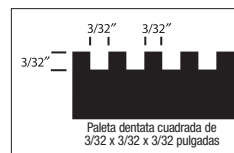

Figura 2
- Entalladura cuadrada de 3/32" (Parquet macizo de 2 mm) (Figura 2)
- Esparza una cantidad suficiente del adhesivo recomendado con la llana recomendada (Figura 2) en un área que se pueda cubrir en 60 minutos.